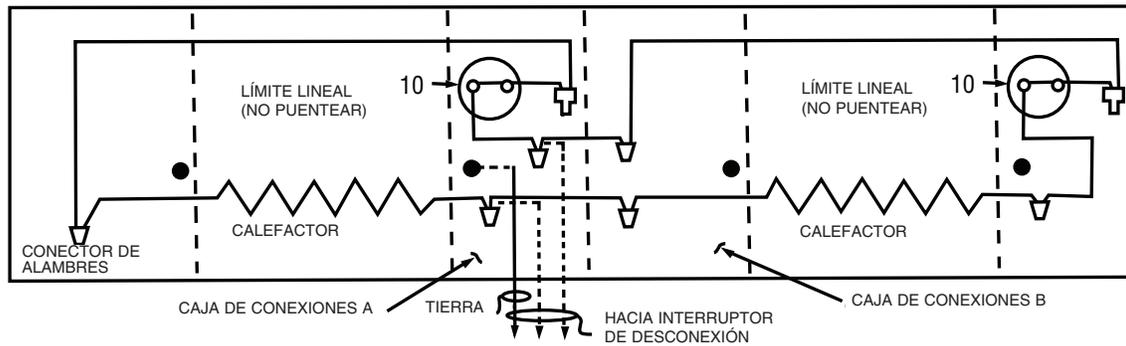

Figura 4. Instalación de unidad doble
1. El calefactor DB no tiene un canal/conducto superficial interno para alambres. No pueden cablearse más de dos unidades según se muestra en la Figura 4. Si se desean más de dos calefactores por circuito, debe suministrarse un circuito cerrado externo entre los conjuntos.
3. Introduzca el cable de suministro de energía en la caja de conexiones A o la caja de conexiones B (vea la Figura 4), realizando las conexiones eléctricas según se muestra. Conecte el alambre de conexión a tierra con el tornillo verde de conexión a tierra en la caja de conexiones.